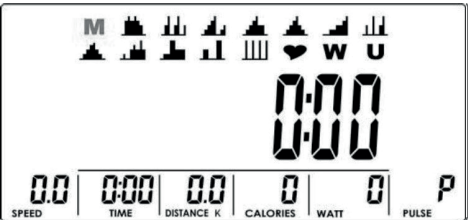

Afbeelding 1
1. Sluit de computer aan. Het scherm licht op en toont alle segmenten gedurende 2 seconden (Afbeelding 1).